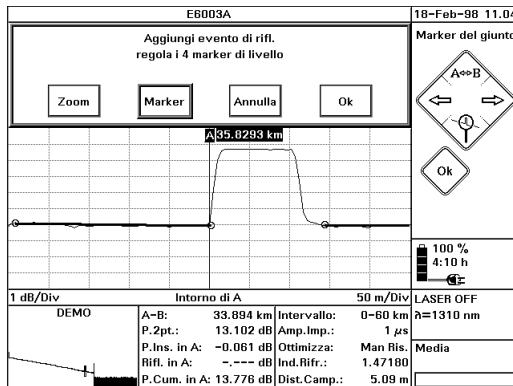

Figura 39 Indicatori di livello per l'analisi della dispersione di inserimento
Marker di livello Sono ora visibili 4 marker di livello sulla traccia e un messaggio che chiede di regolarli (Figura 39). Questi quattro marker di livello permettono di analizzare la perdita di inserimento.
- 3 Sono ora visibili 4 marker di livello sulla traccia e un messaggio che chiede di regolarli (si veda la Figura 39).